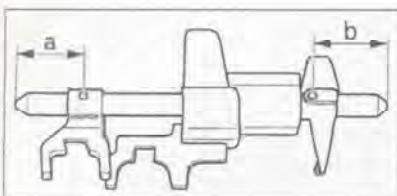

Рис. 7.67. Устанавливая поводок штока и вилку включения 5-й передачи/передачи заднего хода, проследите за соблюдением размеров: $a = 55$ мм; $b = 60$ мм.
1. Устанавливая поводок штока и вилку включения 5-й передачи/передачи заднего хода, проследите за соблюдением размеров (рис. 7.67): $a = 55$ мм; $b = 60$ мм.